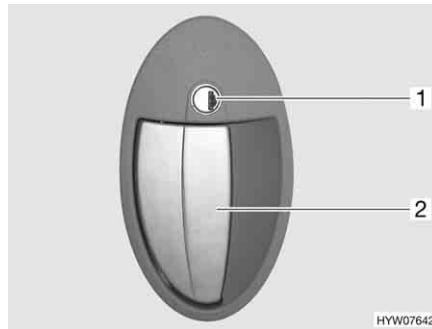

Fig. 36 Serratura della porta, lato esterno
- Inserire la chiave nel cilindro della serratura (Fig. 36,1) e ruotare in senso orario, fino a quando la serratura della porta si sblocca.
- Tirare la maniglia della porta (Fig. 36,2). La porta è aperta.
- Inserire la chiave nel cilindro della serratura (Fig. 36,1) e ruotare in senso antiorario, fino a quando la serratura della porta si blocca.